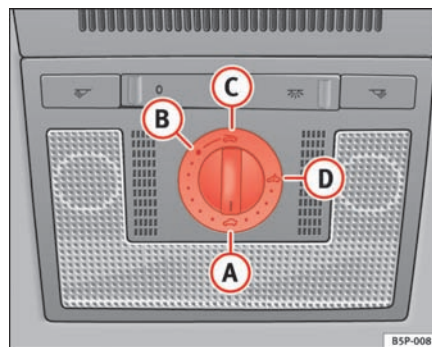

Fig. 70 Udsnit af loftet: drejekontakt til skyde-/vippetag
- Drej kontakten til position  ⇒ fig. 70 ⇒ .